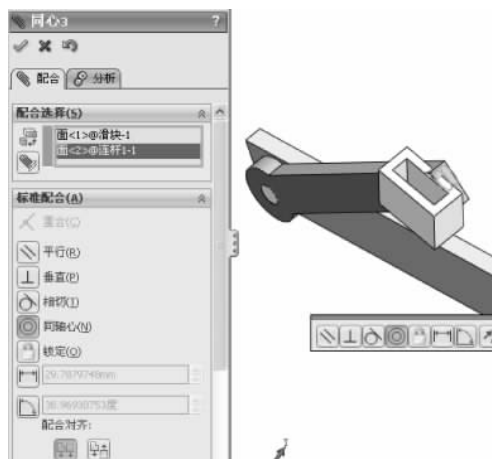

图 3-130 同轴心配合
(8) 单击【装配体】工具栏中的【配合】按钮,弹出【配合】的属性设置。选择【标准配合】选项组下的【同轴心】配合类型,选择如图 3-130 所示的面,其他保持默认,单击【确定】按钮,完成同轴心的配合。